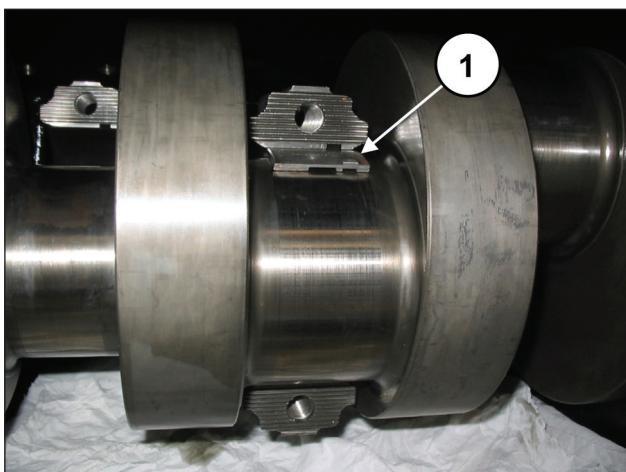

Fig. 57
Insérer les demi-coussinets supérieurs entre les bielles et l'arbre (rep. ①, Fig. 57).